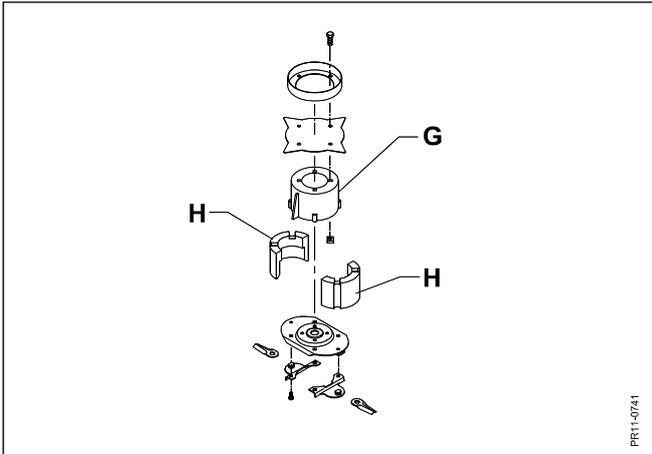

Fig. 5-6
**Fig. 5-6** Die zwei großen Flowverstärker **G** auf den äußersten Scheiben sind mit Schaumeinsätze **H** ausgefüllt, um Instabilität zu vermeiden. Es ist wichtig, daß die Schaumeinsätze unbeschädigt sind, so daß die Flowverstärker nicht mit Erde, Staub oder anderen Unreinheiten gefüllt werden, was dann Instabilität zur Folge hat.